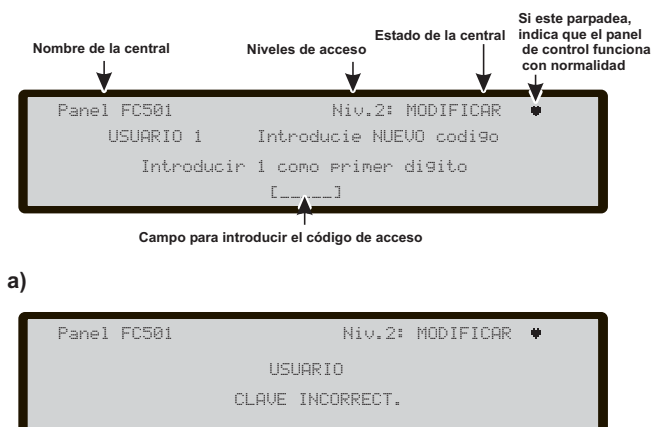

Figura 32 Pantalla Modificar la contraseña.
Use la tecla **2** para modificar el código de acceso de Usuario (véase la Figura 32).
Seleccione la opción MODIFICAR, y la pantalla mostrará la Figura 32, en esta fase:
*Si ha introducido un código incorrecto o no ha introducido ninguno, le aparecerá durante 5 s la segunda página de la Figura 32.*